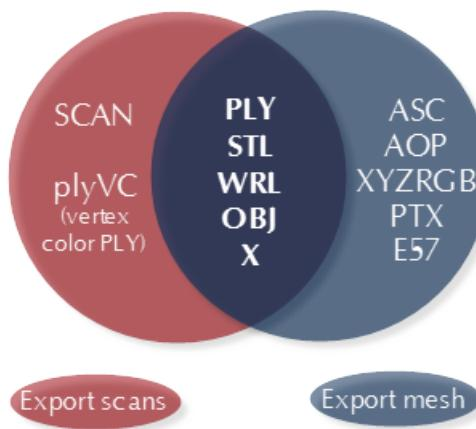

Рис. 7.2: Форматы, доступные для определенной команды, и общие для обеих команд.
4. Укажите **Формат экспорта сканов**, используя одноименный выпадающий список (см. Рис. 7.2).